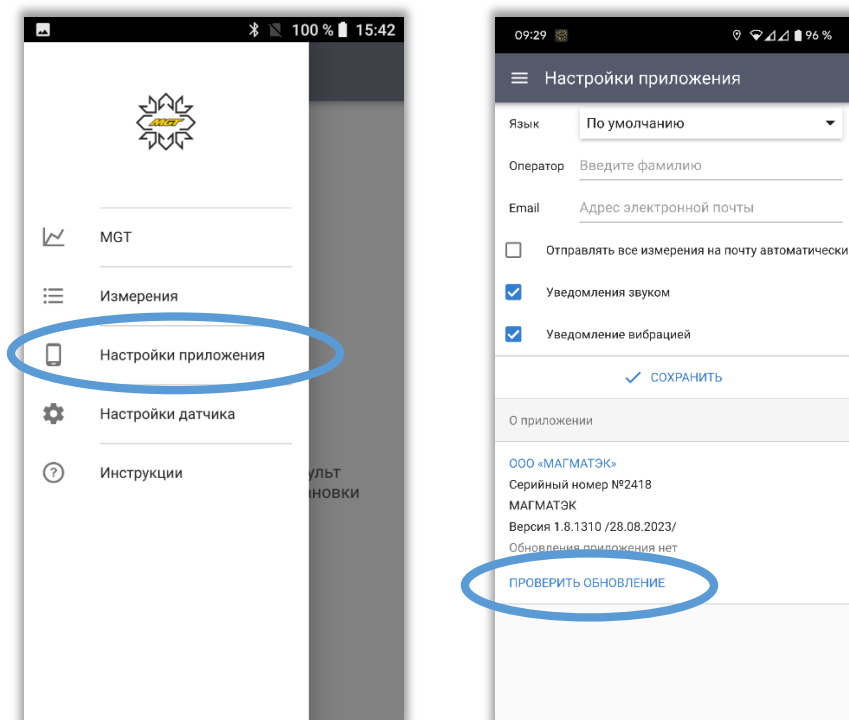

рис.1
- 3) Зайдите в меню настройки приложения и нажмите “**проверить обновление**” (рис. 1)